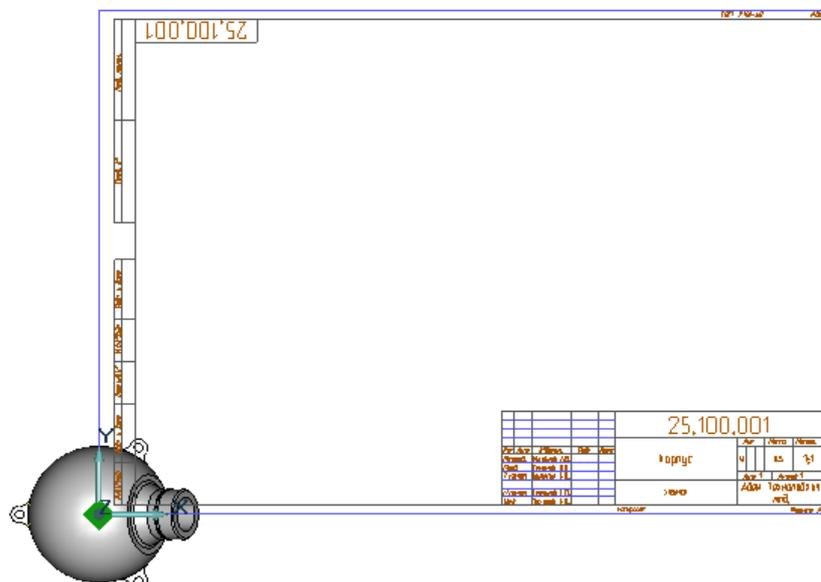

Рис. 2.36 Пример заполнения основной и дополнительной надписи
3. Нажмите кнопку «Заполнение штампа»  на панели «Заполнение штампа». Данные из диалога будут внесены в поля основной надписи (рис. 2.36).